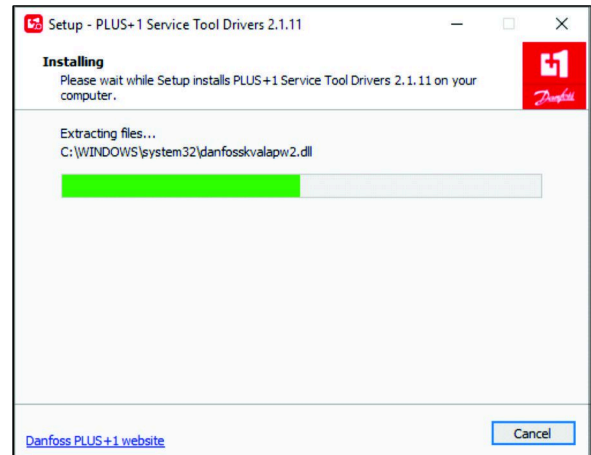

Figure 31
**Remarque:** La boîte de dialogue de progression (Figure 31) s'affiche.